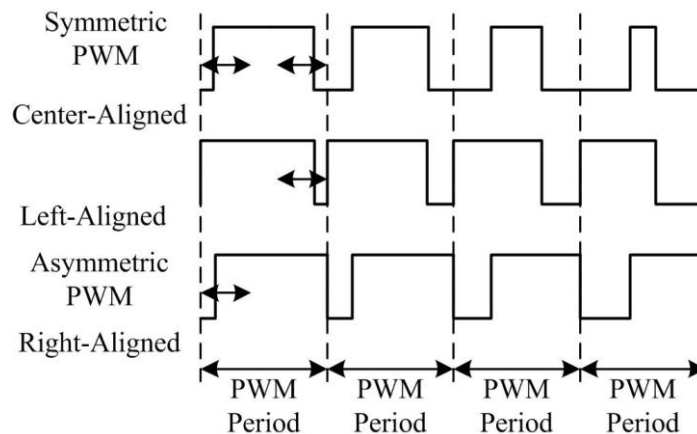

Рис. 3.3. Три типи ШІМ сигналу: ШІМ з вирівнюванням по центру, ШІМ з вирівнюванням по лівому краю, ШІМ з вирівнюванням по правому краю
- Імпульси симетричних ШІМ сигналів завжди симетричні відносно центру кожного періоду ШІМ (рис. 3.3).
- Імпульси асиметричного сигналу ШІМ завжди мають одну сторону, яка вирівняна з одним кінцем кожного періоду ШІМ (рис. 3.3).
Класифікація ШІМ сигналу по його вирівнюванню (рис. 3.3):